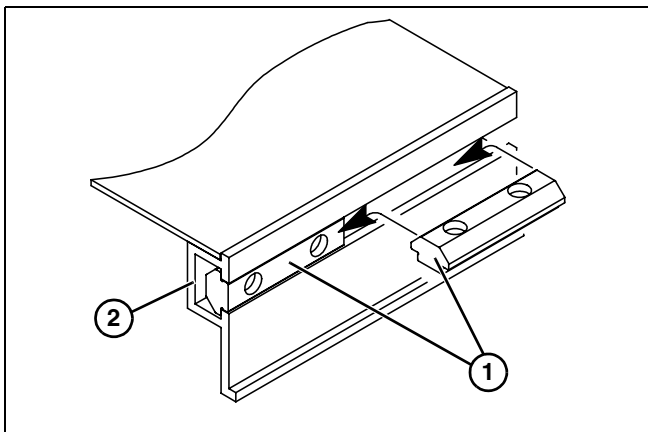

Figure 18
1. Inserte cada barra en T empotrada (**Figure 18, ítem 1**) en la ranura en forma de T del bastidor del transportador (**Figure 18, ítem 2**) girándola en su posición como se muestra.